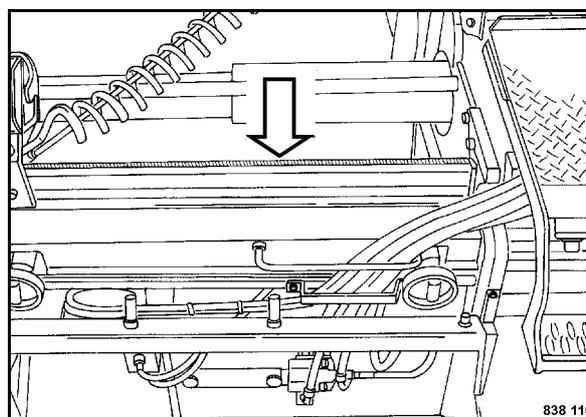

Fig. 112
- Controllare la larghezza attuale sulla scala (Fig. 112).